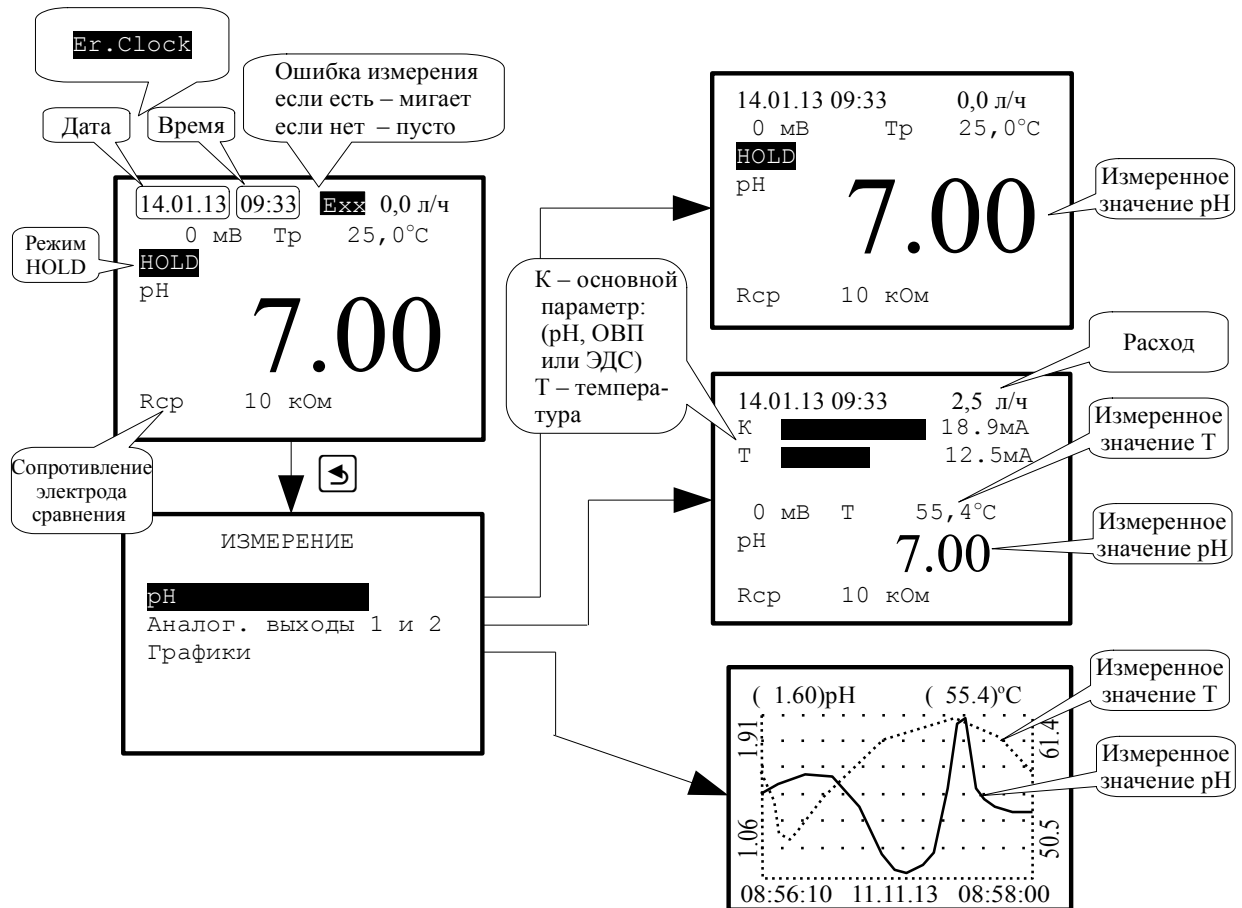

Рисунок 5 - Варианты отображения измеренных параметров
3.3.1.7 В этом меню можно выбрать способ отображения измеренных параметров на дисплее в режиме измерения (смотри Рисунок 5).
3.3.1.9 **Аналог. выходы 1 и 2** - отображение аналоговых выходных сигналов в виде шкалы, а результатов измерения в цифровом виде (смотри Рисунок 5).
При включенном измерении  $R_{ср}$  его значение выводится на экран одновременно с отображением других параметров (смотри Рисунок 5). При этом если сопротивление  $R_{ср}$  становится больше 21 кОм, это считается ошибкой измерения и включается реле №3 (смотри п. 3.3.4.4).